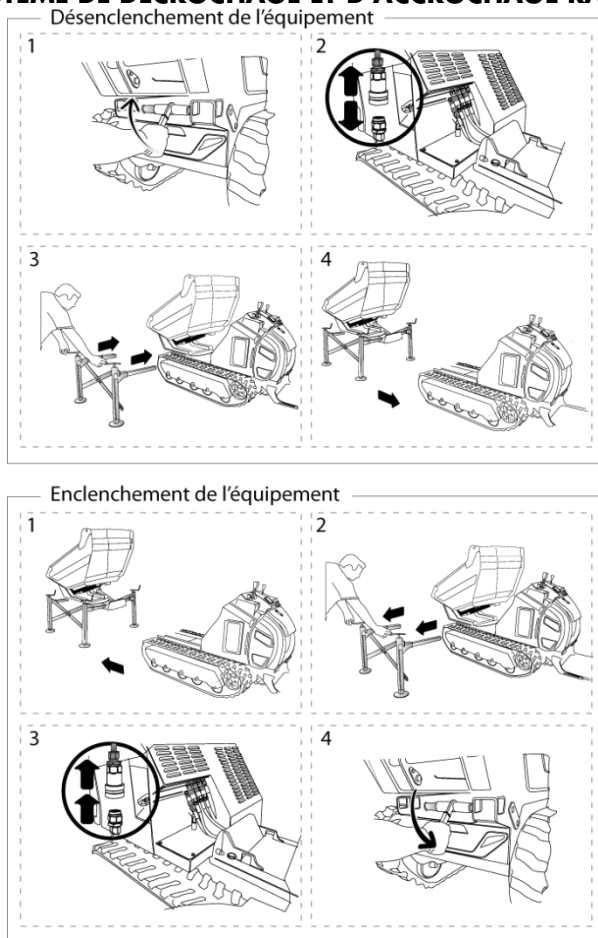

fig. 14 – Représentation du système de décrochage et d'accrochage rapide des équipements
fig. 14 b –accrochage raccords rapides
ATTENTION: Il pourrait arriver que l'enclenchement des raccords s'avère difficile entre eux, nettoyer soigneusement la surface concernée, décharger les leviers ③ selon la procédure indiquée ci-dessus et essayer à nouveau (voir fig. 14 b)